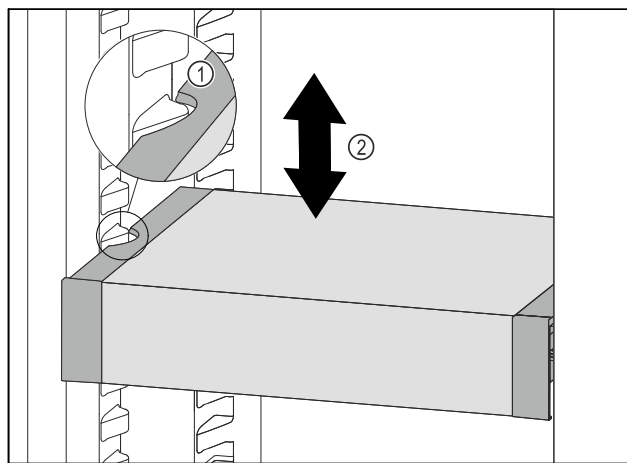

Fig. 140
- Tirare VarioSafe in avanti fino a quando le cavità laterali di VarioSafe non si trovano al livello della nervatura del contenitore nel vano frigorifero. Fig. 140 (1)
- Spostare VarioSafe verso l'alto o verso il basso nel vano frigorifero fino a raggiungere l'altezza desiderata. Fig. 140 (2)